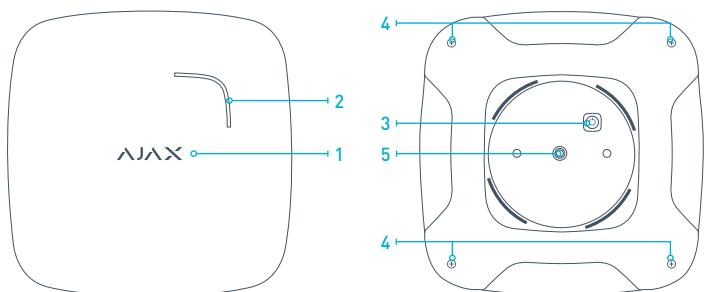
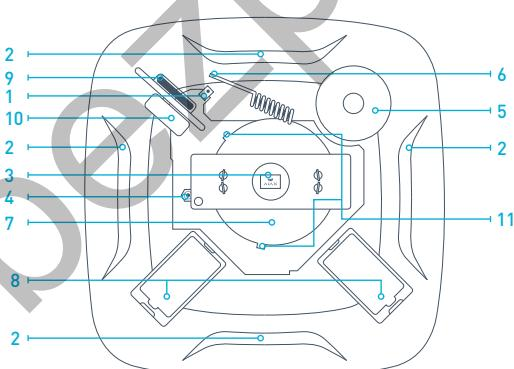

РИС. 1. Датчик FireProtect
РИС. 3 Устройство датчика.
4.1 Для регистрации датчика необходимо перевести приемное устройство охранной системы Ajax в режим «Добавить устройство» [как это сделать см. в руководстве к приемному устройству] и включить датчик зажатием кнопки «3» (РИС.1) на 3 секунды. В момент включения исправный датчик должен мигнуть зеленым светодиодом «1» (РИС.1). Запрос на регистрацию передается только в момент включения датчика! Если регистрация датчика в охранной системе по какой-либо причине не произошла, FireProtect мигает зеленым светодиодом 6 раз с периодичностью раз в секунду, после чего переходит в автономный режим. Чтобы повторить регистрацию – выключите датчик зажав кнопку на 3 с и выдержав паузу в 5 секунд включите его снова. Если FireProtect был удален из списка зарегистрированных в охранной системе устройств, то он аналогично мигает зеленым светодиодом 6 раз с периодичностью раз в секунду, после чего автоматически переходит в автономный режим.
6.3 Датчик имеет возможность компенсировать запыленность дымовой камеры, но только до определенного уровня, при превышении которого на центральную сигнализацию отправляется сообщение о необходимости очистки дымовой камеры. При неисправности дымовой камеры датчик выдает один длинный звуковой сигнал раз в полторы минуты! Для очистки камеры снимите крышку датчика, открутив 4 самореза «4» [РИС.1] на углах тыльной стороны корпуса датчика. После этого снимите плату с сенсорной кнопкой «3» [РИС.1] слегка потянув вверх, далее снимите пластиковую насадку, прикрывающую плату. Затем отсоедините защитную внутреннюю крышку блока дымовой камеры «7» [РИС.3] легко надавив на 2 из 3-х удерживающих защелок «11» [РИС.3]. Продуйте извлечененный блок пылесосом, компрессором или очистите мягкой щеткой. Также удалите пыль с той части дымовой камеры, которая осталась на плате датчика. После завершения процедуры очистки обязательно необходимо нажать на плате датчика кнопку сброса сигнала «Камера загрязнена» «4» [РИС.3]! По нажатию на кнопку, бузер должен издать один короткий звуковой сигнал. Если эта кнопка не будет нажата, сигнал о необходимости очистки датчика продолжит поступать на центральную. В случае, если камеру не очистили или нажали кнопку сброса сигнала «Камера загрязнена», сигнал о чрезмерном загрязнении дымовой камеры придет повторно через 4 дня.
Для замены батареи открутите саморезы «4» [РИС.1] и снимите крышку датчика. Замените разряженные батареи на новые, соблюдая полярность.
5.11 Перед установкой обязательно проведите тест, чтобы убедиться в работоспособности датчика дыма. При включенном работающем датчике (без тревоги) зажмите на 5-10 секунд на корпусе кнопку «TEST» («4», РИС.1) в центре логотипа AJAX, это переведет датчик в режим самотестирования приблизительно на 5 секунд. В режиме самотестирования проверяется работоспособность дымовой камеры, производится электронная имитация присутствия дыма, и если дымовая камера исправна – выдается звуковой сигнал.